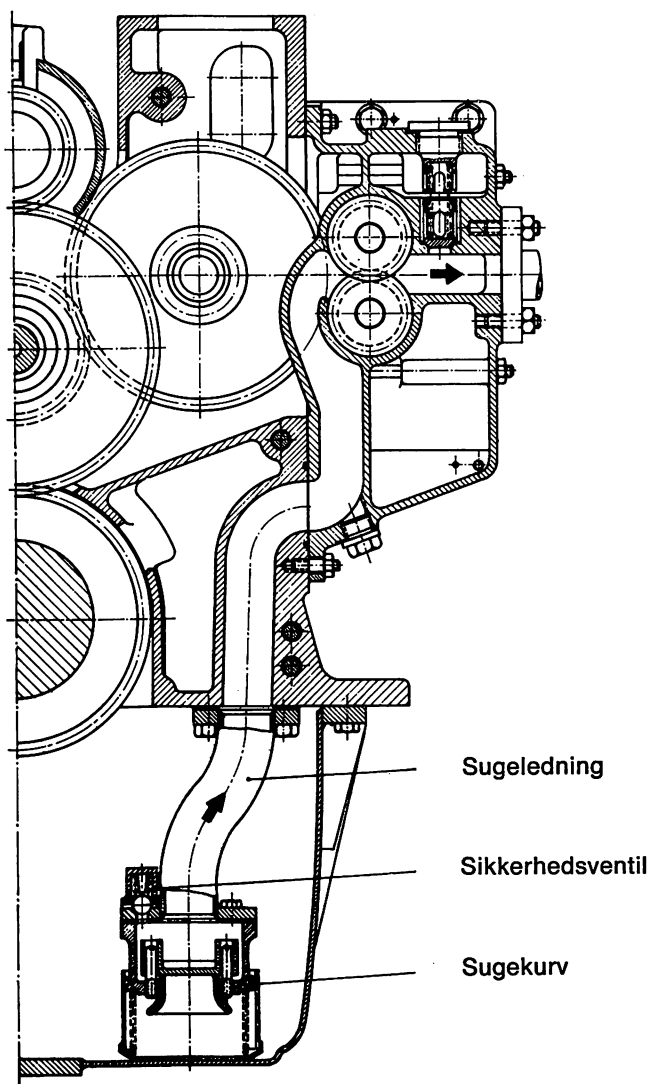

Fig 5.2 Smøreoliepumpens anbringelse
5.5. Smøreoliepumpe – se fig 5.2